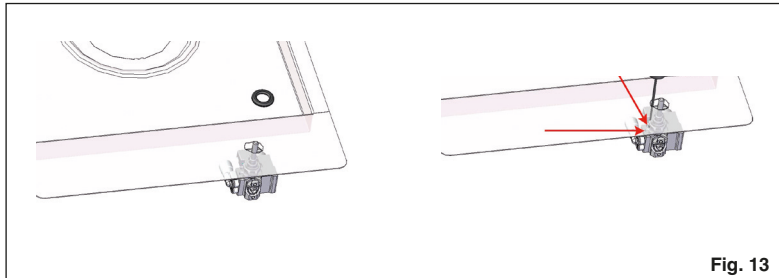

Fig. 13
- alla sostituzione dell'iniettore (Fig. 13) con i corrispondenti al tipo di gas da utilizzate (vedi tabella "Caratteristiche utilizzatori");